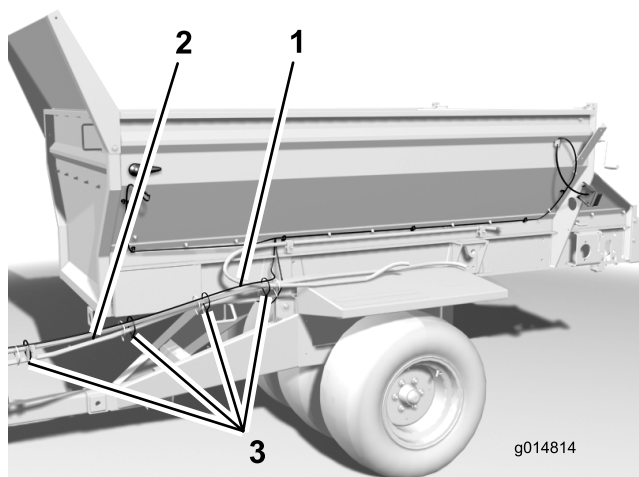

Figura 8
13. Prenda os fios aos tubos hidráulicos do tractor com braçadeiras de cabos (Figura 8).